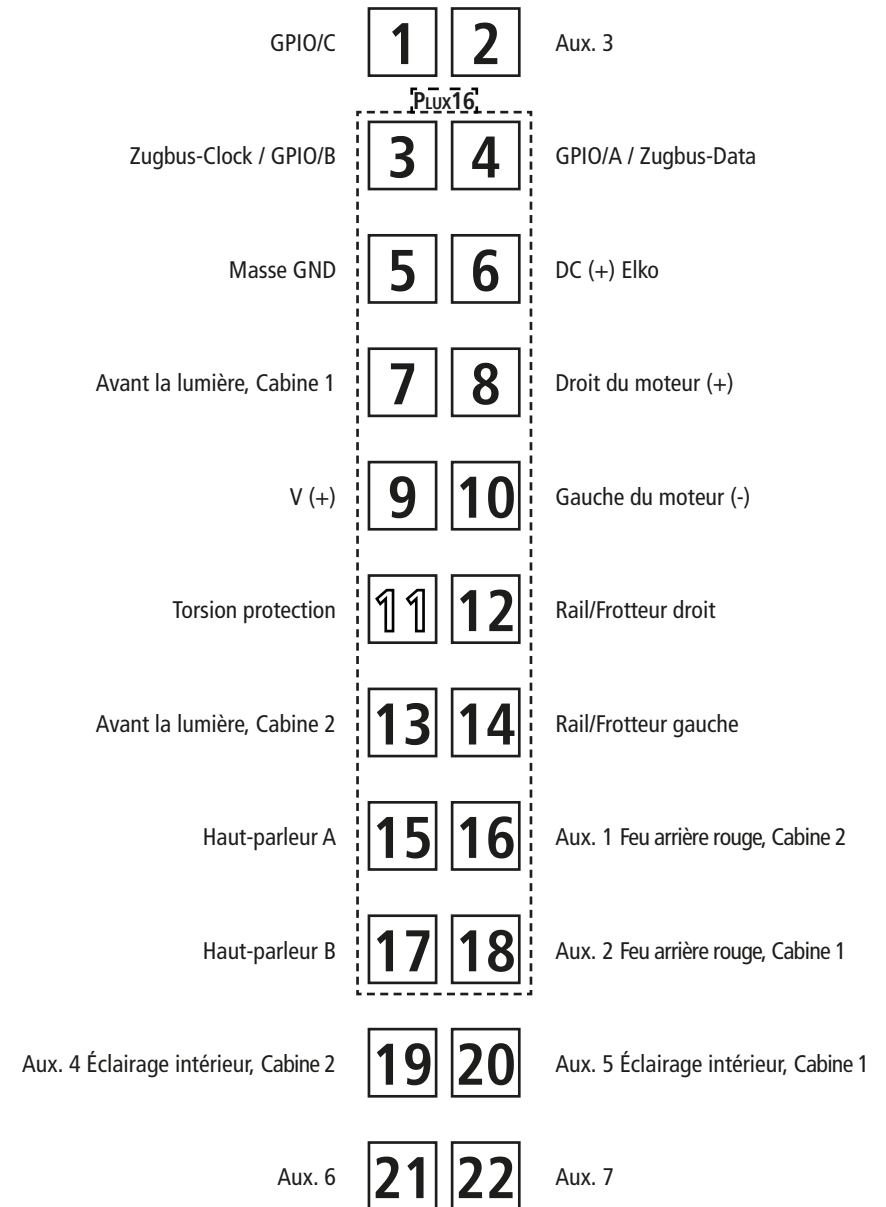
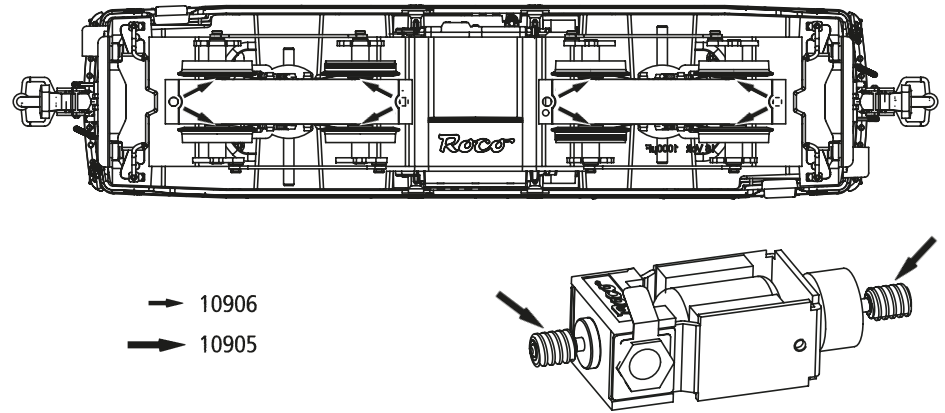

Fig. 5
Fig. 6
2. Haftreifenwechsel: Zuerst die Drehgestellblende abnehmen sowie die Triebstangen abnehmen (Fig. 6). Danach den **Radsatz** herausnehmen und die **Haftreifen** mit einer Nadel od. mit einem feinen Schraubendreher abziehen (Fig. 5). Beim Aufziehen der neuen Haftreifen darauf achten, dass diese sich nicht verdrehen.
2. Change of traction tyre: Remove the bogie blind as well as the driving rod (fig. 6). Take out **wheel set** and remove **traction tyre** using a pin or a fine screwdriver (fig. 5). When pressing on the new traction tyre please **avoid twisting it**.
2. Échange des bandages d'adhérence: Démontez d'abord **les flancs de bogies** des engrenages ainsi que la tige de conduite (fig. 6). Délogez ensuite les essieux bandagés et enlevez, à l'aide d'une aiguille ou d'un tournevis fin, les bandages d'adhérence (fig. 5). Lors du montage des nouveaux bandages veuillez veiller à ce que les bandages **ne soient pas tordus**.